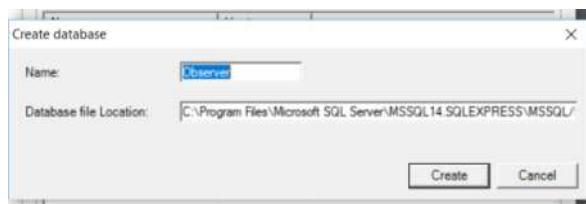

Figure 5 - 3.
2. Connectez-vous au serveur de base de données à l'aide des identifiants de connexion spécifiés lors de l'installation de SQL Server. Il est recommandé d'attribuer un nom complet à la base de données SQL, sous la forme : 'NomOrdinateur\InstanceSQLServer', reportez-vous à la Figure 5 - 1.